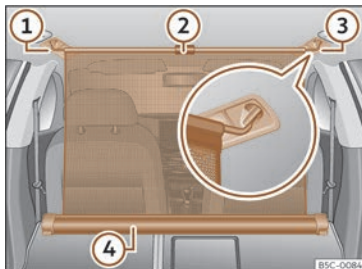

Fig. 137 No maleteiro: rede de separación enganchada cos respaldos do asento traseiro abatidos.
- Tire cara arriba da lingüeta »» **fig. 137 ②** para sacar a rede da carcasa »» **fig. 137 ④**.
- Enganche a rede de separación no lado dereito ou esquerdo »» **fig. 137 ③** (imaxe ampliada).
- Enganche a rede de separación no aloxamento do outro lado »» **fig. 137 ①** estirando a barra.
A rede de separación está correctamente montada cando os extremos en forma de T están firmemente enganchedos nos aloxamentos correspondentes »» **fig. 137 ③ e ①** »
- Enrole a rede na carcasa»» fig. 137 ④ baixándoa coa man.